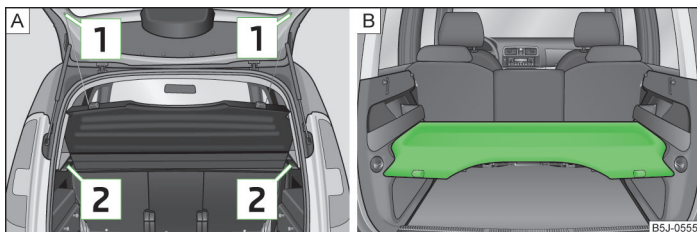

Abb. 48 Gepäckraumabdeckung ausbauen / Gepäckraumabdeckung in der unteren Position
- Die Haltebänder  » Abb. 48 aushängen.
Die Gepäckraumabdeckung kann auch in der unteren Position auf den Stützelementen angebracht werden » Abb. 48 - B.